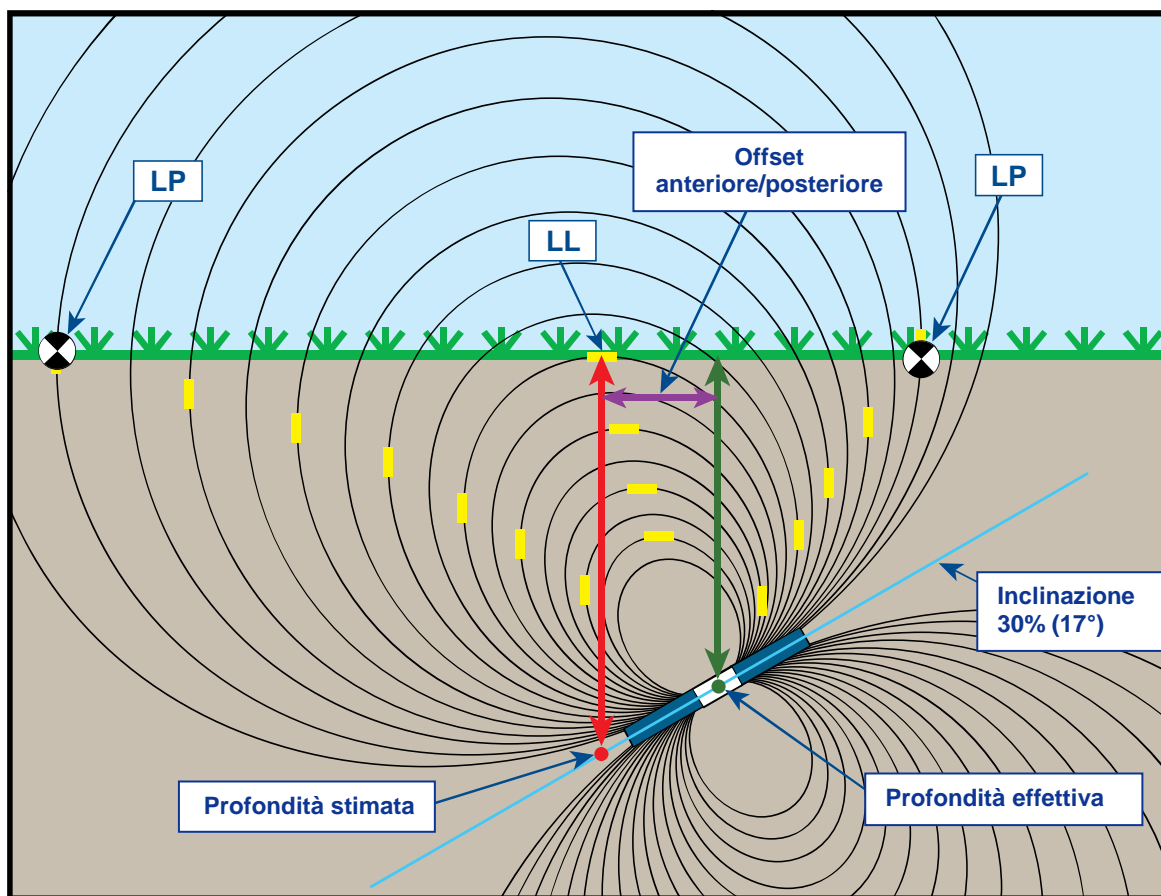

Figura B2. Profondità stimata in funzione della profondità effettiva e offset anteriore/posteriore in condizioni di inclinazione e profondità elevate
Si deve tenere conto della profondità stimata e dell'offset anteriore/posteriore, mostrati in figura B2, quando il trasmettitore è molto inclinato e/o in profondità. Consultare la tabella fornita più in avanti nel presente capitolo (tabella B1 e B2) per determinare la profondità effettiva e l'offset anteriore/posteriore quando sono note la profondità visualizzata (stimata) e l'angolo di inclinazione del trasmettitore.
La figura B2 mostra un trasmettitore posizionato in una asta di perforazione allo scopo di illustrare la perforazione con angolo di inclinazione positivo o negativo (l'angolo è positivo se si esegue la perforazione da sinistra a destra, negativo da destra a sinistra). Il campo del segnale del trasmettitore presenta lo stesso angolo di inclinazione del trasmettitore. La linea di localizzazione (LL), che si trova dove viene acquisita la misura della profondità, è la componente orizzontale delle linee di flusso del segnale del trasmettitore. Ovvero la linea di localizzazione si trova dove le linee di flusso sono orizzontali, come illustrato con brevi linee gialle orizzontali nella figura di sopra.
La figura B2 mostra anche i punti di localizzazione (FLP e RLP). Questi punti sono posizionati sulle componenti verticali del campo del segnale, come illustrato con brevi tratti verticali gialli nella figura sopra. Si noti che i punti di localizzazione non sono alla stessa distanza da LL se il trasmettitore è inclinato. Ancora, questa condizione richiede la compensazione per la profondità stimata e l'offset anteriore/posteriore.